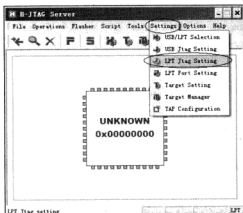
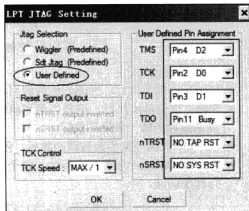

图 2-15 打开 H-JTAG
图 2-16 H-JTAG 设置
(1) 双击“H-JTAG”图标，选择“Settings”菜单下的“LPT Jtag Setting”项，如图 2-15 所示。设置界面如图 2-16 所示。